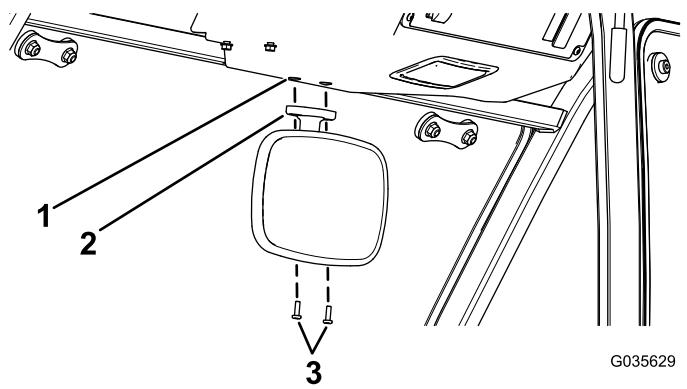
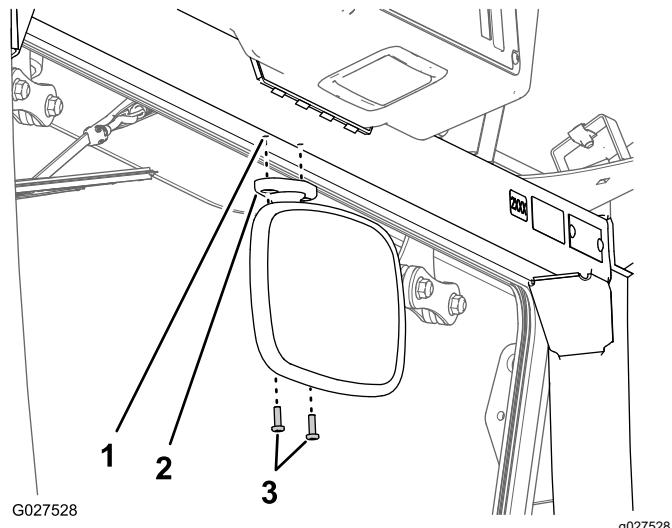

Figura 3
Figura 4
2. Alinhe os furos na montagem do espelho com os furos na estrutura superior da cabina (Figura 3 ou Figura 4).
3. Monte o espelho na estrutura da cabina com os dois parafusos de cabeça Phillips (n.º 10 x $\frac{5}{8}$ pol.) como se mostra na Figura 3 ou na Figura 4.